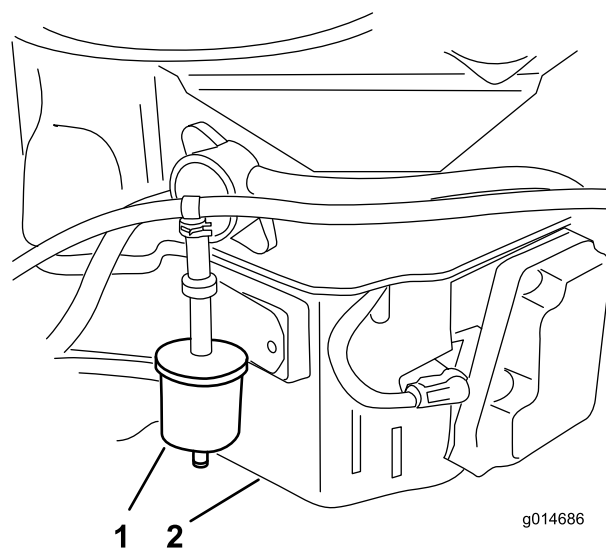

Figure 28
3. Déposez le filtre d'évent de carburant existant (Figure 28).